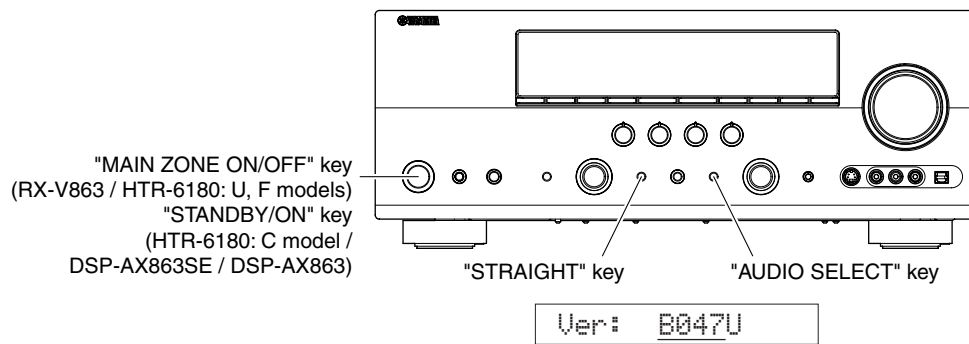

Fig. 5
- Press the "MAIN ZONE ON/OFF" (RX-V863 / HTR-6180: U, F models) / "STANDBY/ON" (HTR-6180: C model / DSP-AX863SE) key while simultaneously pressing the "STRAIGHT" and "AUDIO SELECT" keys. (Fig. 5)
Confirm the displayed firmware version is the same as the written firmware version. (Fig. 5)
- "STRAIGHT"キーと"AUDIO SELECT"キーを押しながら、"STANDBY/ON"キーを押し、ダイアグを起動します。(Fig. 5)
表示されたファームウェアのバージョンが書き込んだファームウェアのバージョンと同じであることを確認します。(Fig. 5)